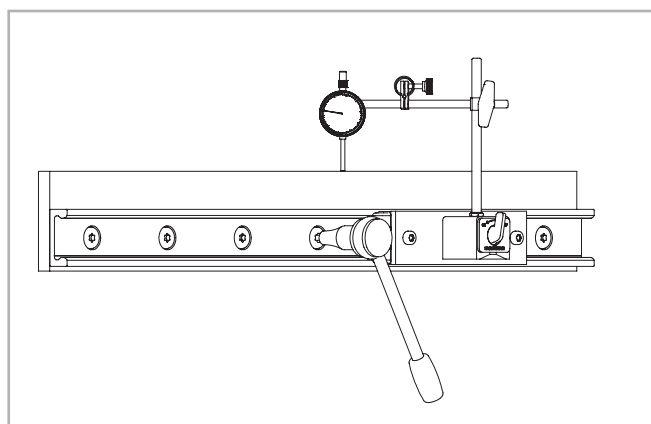

Fig. 68
(2) Instalar un reloj comparador para medir el desplazamiento de la guía respecto a la línea de referencia. Posicionar el cursor en el centro de la guía y poner a cero el reloj comparador. Mover el cursor hacia adelante y hacia atrás entre cada uno de los dos agujeros y alinear cuidadosamente la guía. Ahora apretar los tres tornillos en el centro de esta área con el par de aprieto específico, véase Fig. 68.